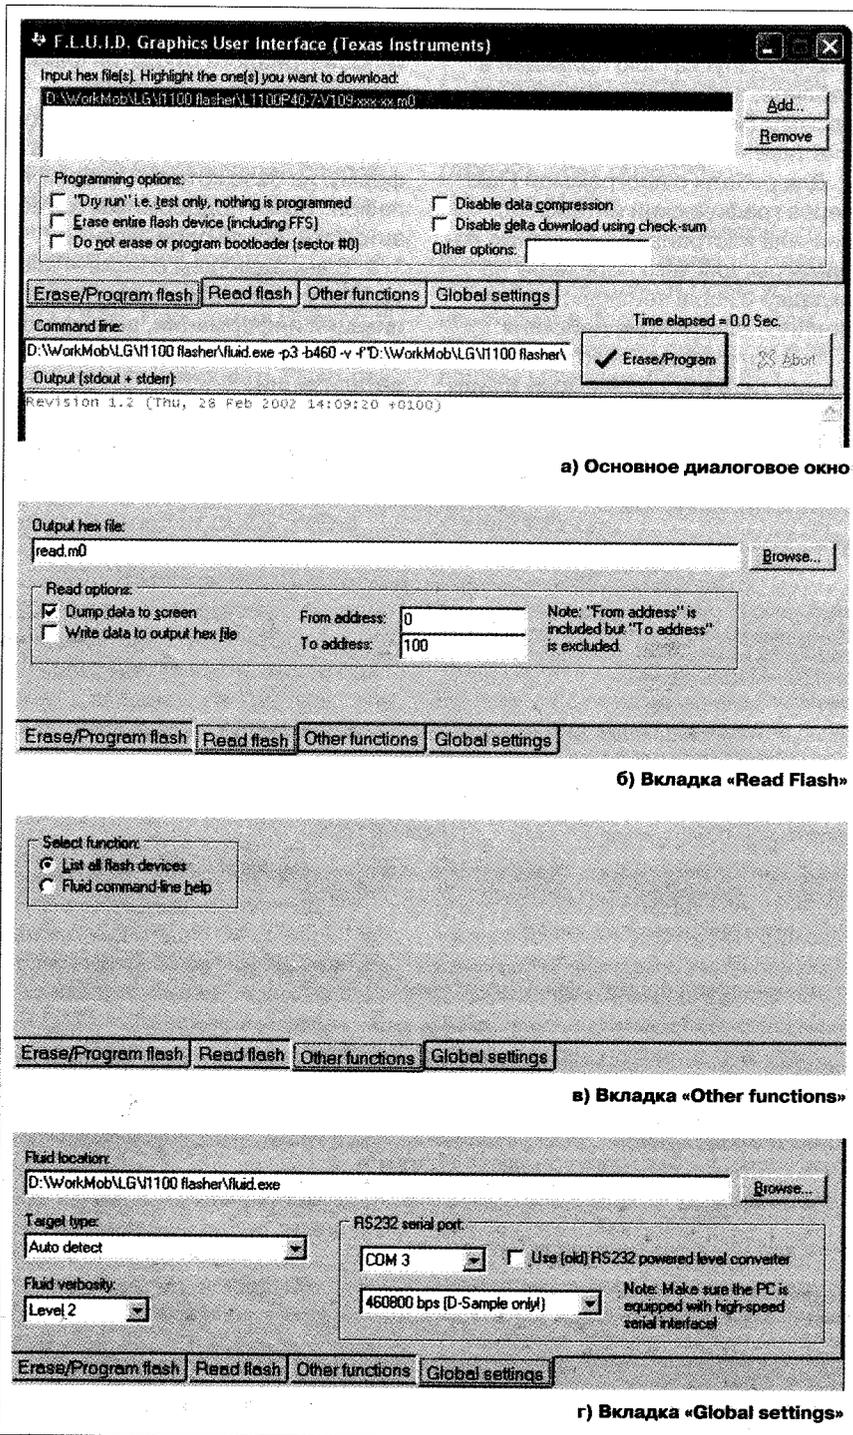

Рис. 3. Диалоговые окна программы Fluid Graphical User Interface
кого интерфейса к ней. Список ключей запуска Fluid приведен в таблице, а диалоговые окна программы Fluid Graphical User Interface — на рис. 3.
2. Переходят на вкладку «Read Flash» (рисунок 3.б).